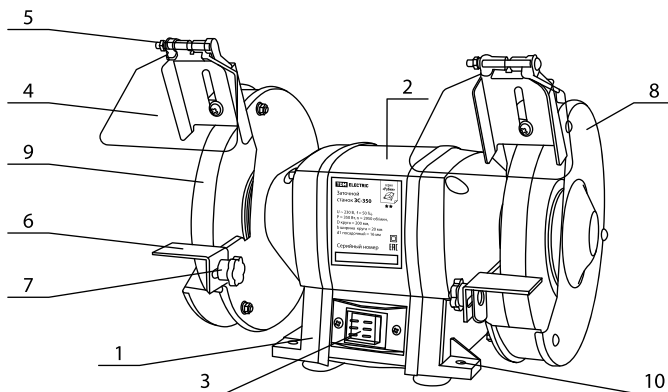

Рисунок 1. Органы управления и индикации
- Заточной станок фиксируется при помощи болтов (не входят в комплект поставки) через специальные отверстия 10 (здесь и далее смотрите рисунок 1 настоящего Руководства по эксплуатации) на основании станка.
- 7.3. Для выключения станка переведите кнопку включения 3 (см. рисунок 1) в положение «O».